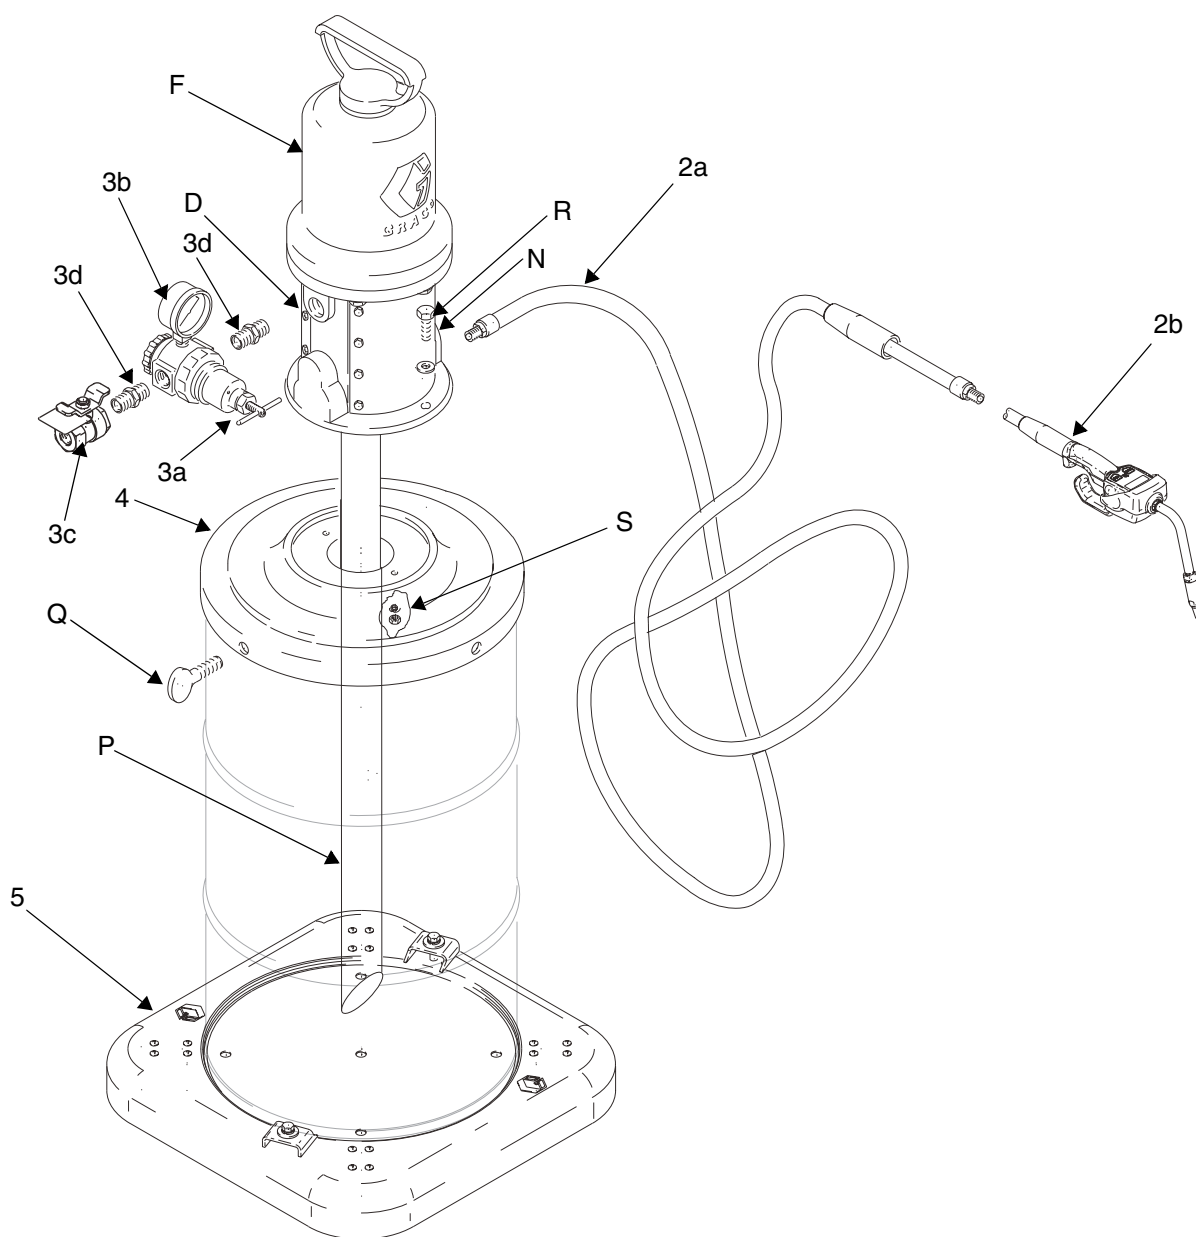

FIG. 4
1. Monte la base (5) tal como se muestra en FIG. 4. Coloque un bidón de 60 litros abierto en la base y sujételo con las abrazaderas de sujeción. Apriete los pernos de las abrazaderas de sujeción.
2. Para el modelo 246903, corte el tubo de extensión (P) en un ángulo de 45° a la longitud apropiada al tamaño del bidón. Cuando lo instale, la parte inferior del ángulo debe quedar a unos 25 mm del fondo del bidón. Para el modelo 225728, el tubo descendente está dimensionado según el recipiente.
3. Coloque la tapa (4) en el bidón y sujétela con los tornillos de mariposa (Q). Instale la bomba (F) en la tapa (4) con los tornillos (R), las arandelas y las tuercas (S) suministradas.
4. Conecte la manguera (2a) a la salida de fluido de la bomba (N).